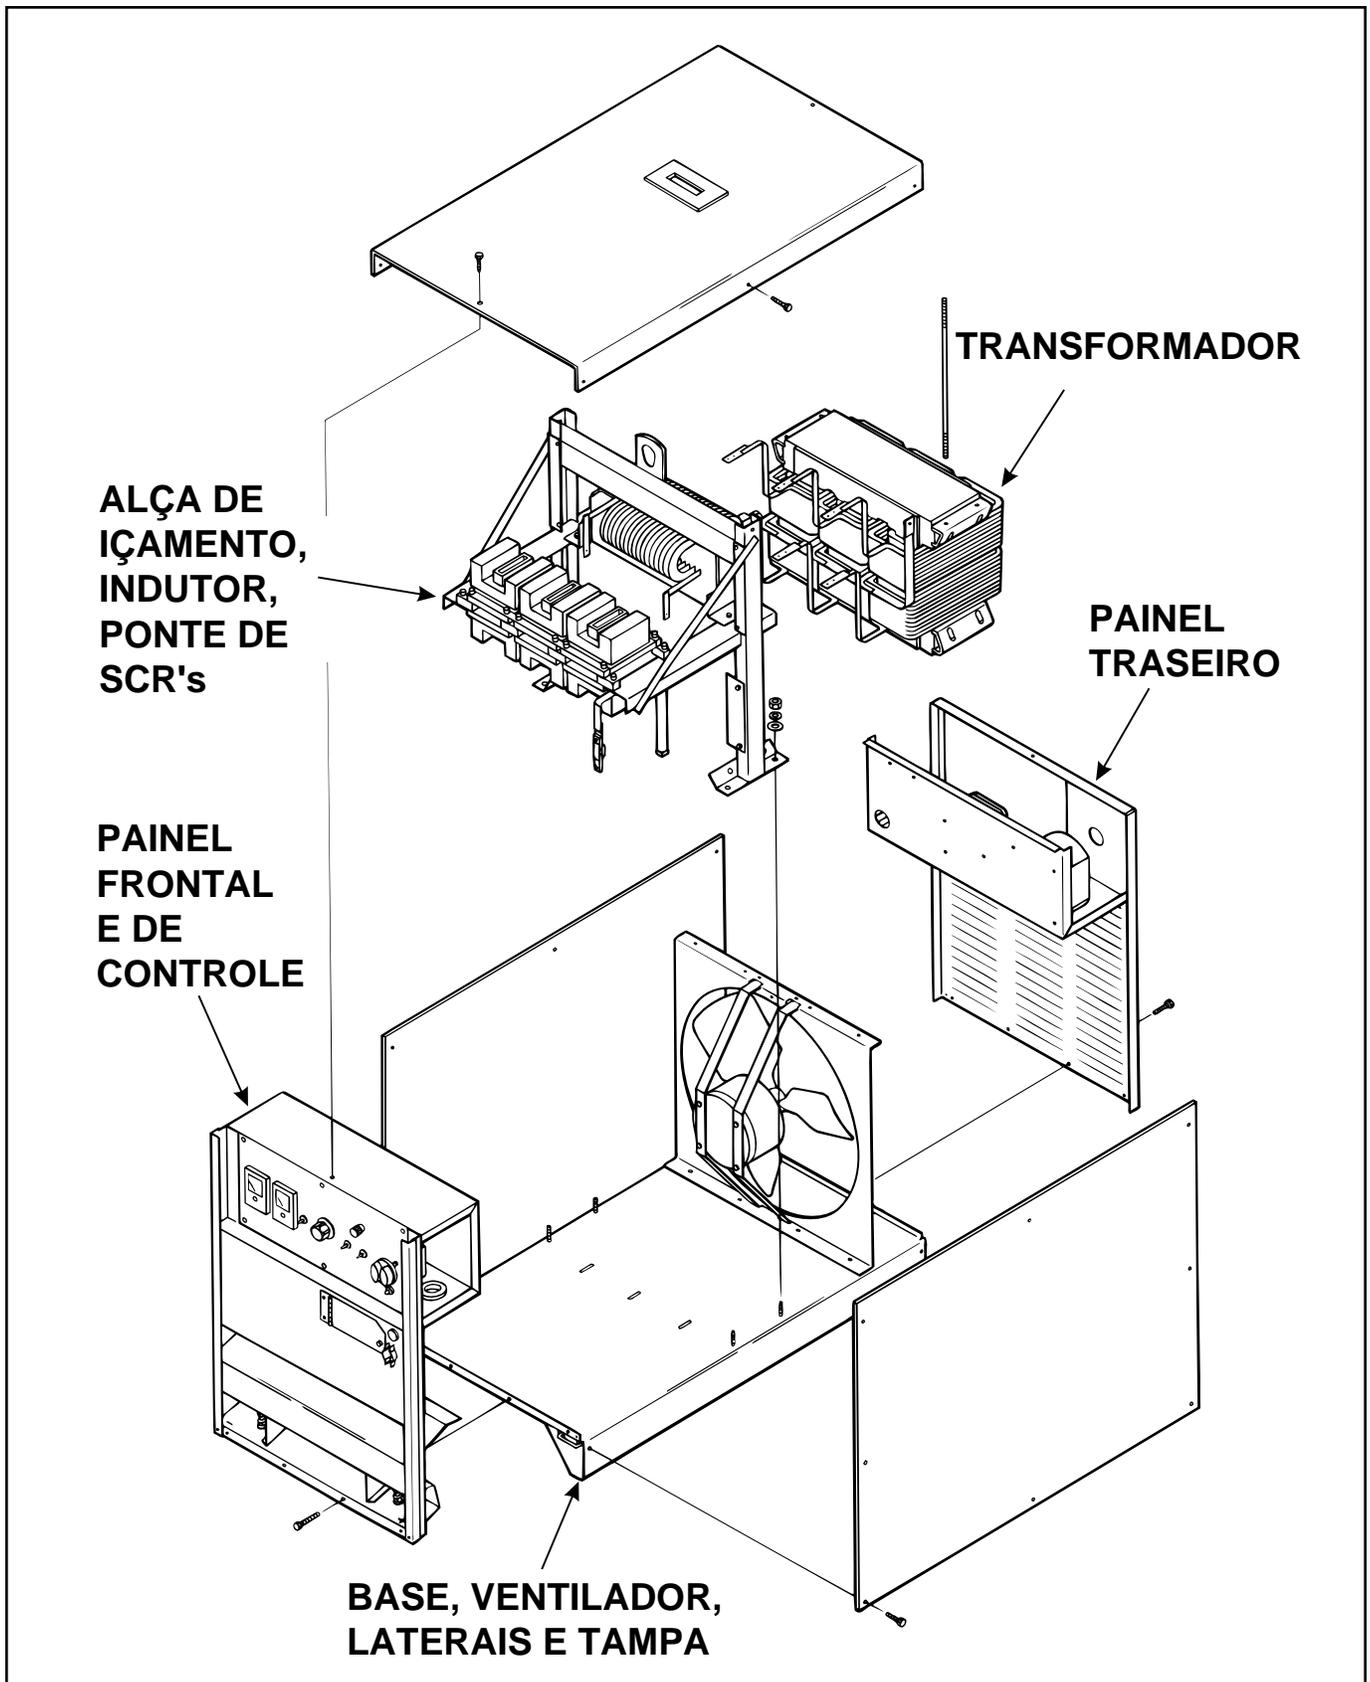

FIGURA D.1 - Vista Explodida da Fonte
1. Desconecte a alimentação CA da rede antes de executar a manutenção periódica, ajuste, limpeza ou troca de peças. Veja a Figura D.1
Limpe o interior da fonte com ar de baixa pressão. Limpe as seguintes partes: (Refira-se a Figura D.1).